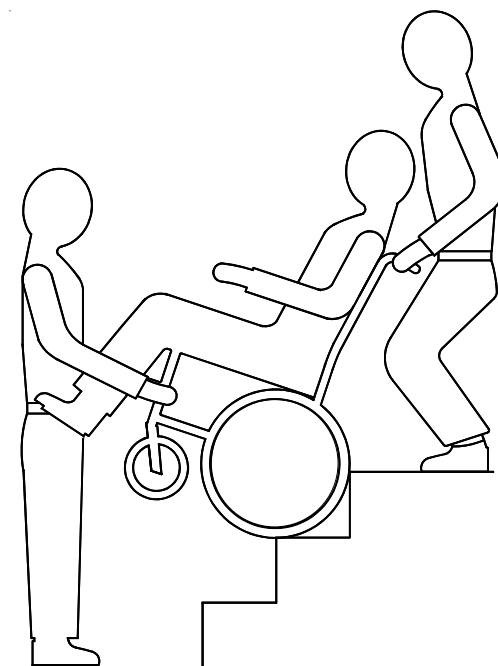

Fig. 13
1. Verplaats de rolstoel en gebruiker voorwaarts van de trap (Fig.13).